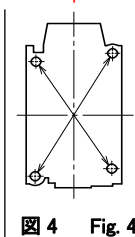

図4 Fig. 4
- (4) 取付穴が4カ所ある場合は、対角線2カ所で取付けてください。(図4)
- (5) 必ず本体フレームを持ち上げて取付けてください。電磁接触器に配線されている抵抗線を持ち上げての取付けを行うと断線、破損のおそれがあります。
- (4) Even if the product is provided with four mounting holes, use any two mounting holes on a diagonal line. (Fig. 4)
- (5) Be sure to life the body of the magnetic contactor and mount it. Do not mount the magnetic contactor with the connected resistance wire lifted.